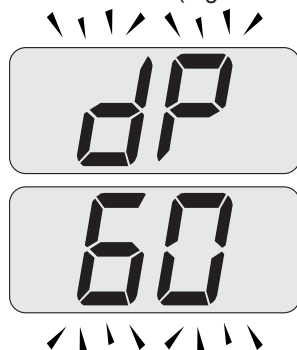

Figura 9.25
- Premendo ulteriormente il tasto 20 è possibile variare nuovamente la potenza in modalità spazzacamino: con visualizzazione sul display LCD delle lettere **dP** che si alternano con il valore di temperatura dell'acqua di riscaldamento (es.60), siamo "funzione spazzacamino" alla potenza massima in sanitario" (Figura 9.25);